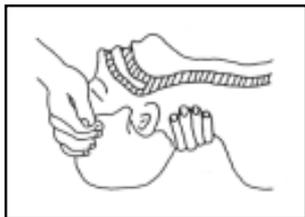

Figure 1
- Dégager les voies respiratoires en soulevant le cou et en appuyant sur le front vers l'arrière (**Figure 1**).